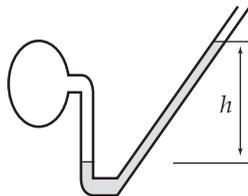

Figura Ep1.10
**Ep1.10** Um manômetro inclinado – veja a Figura Ep1.10 – é utilizado para medir a pressão de ar em uma tubulação. O fluido manométrico é um óleo com densidade relativa igual 0,83. Se a deflexão  $h$  for igual a 6 mm, qual será a pressão manométrica do ar na tubulação?